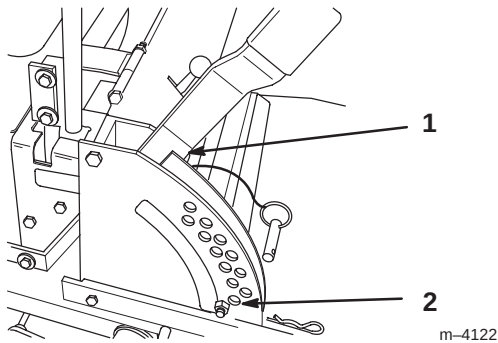
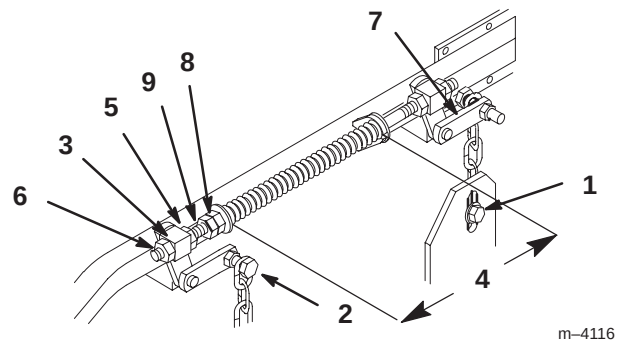

Figure 61
Figure 62
4. Elevez le plateau de coupe en position de transport (Fig. 61). Détendez les deux grands ressorts de levage du plateau en desserrant autant que possible l'écrou de blocage et l'écrou avant, devant chaque ressort (Fig. 62).
5. Placez deux cales de 35 mm d'épaisseur sous le bord inférieur arrière gauche et droit de la tondeuse. Placez un bloc de 44 mm sous le bord inférieur central avant de la tondeuse, pas sous les supports des galets de protection. Sélectionnez la hauteur de coupe de 38 mm (Fig. 61).
6. Desserrez le boulon inférieur de la chaîne, dans la fente située à l'arrière du plateau de coupe. Répétez la procédure de l'autre côté (Fig. 62).
7. Desserrez l'écrou de blocage avant et arrière de chaque côté du pivot avant. Continuez de desserrer jusqu'à ce que les chaînes avant soient desserrées et que le plateau repose sur les cales. Répétez la procédure de l'autre côté. (Fig. 62).
8. Quand la visserie est desserrée, la tension encore présente dans les grands ressorts de soutien a tendance à faire tourner la poignée de levage du plateau de coupe vers le haut et à lui faire quitter la position de 38 mm. Appuyez fermement sur le bras de support arrière du plateau pour ramener la poignée de levage à cette position (Fig. 62).
9. Tout en continuant d'appuyer sur le bras de support arrière du plateau de coupe, tendez la chaîne arrière et serrez la visserie inférieure (Fig. 62). Vous pouvez maintenant relâcher le bras de support arrière. Répétez la procédure de l'autre côté.
14. Déplacez le levier de levage du plateau de coupe à la position de transport (Fig. 61).
15. Réglez les ressorts de compression en tournant les écrous avant de façon à obtenir un espace de 260 mm entre les deux grandes rondelles. Serrez fermement l'écrou de blocage (Fig. 62).